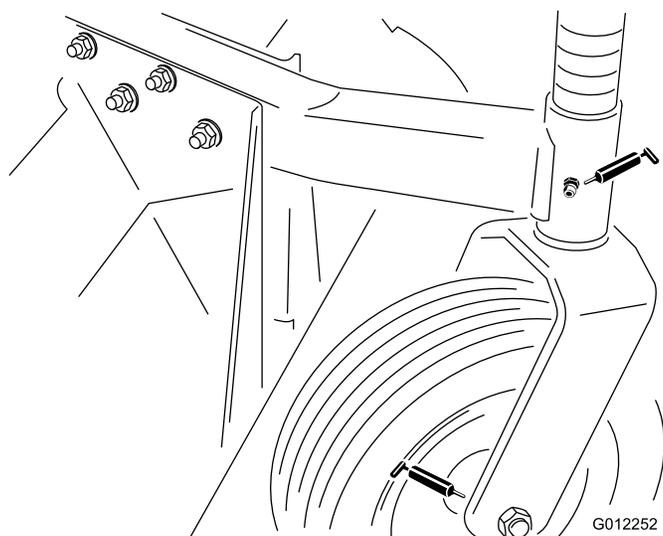

Figura 17
- Casquillos de los ejes de las ruedas giratorias – 1 en cada (Figura 17).
- Cojinetes de las ruedas giratorias – 1 en cada (Figura 17).